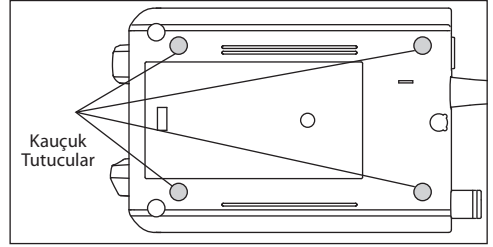

Fig.5
- 2) Kauçuk tutucuları Fig.5 gösterildiği gibi uygun yerlerine takınız.